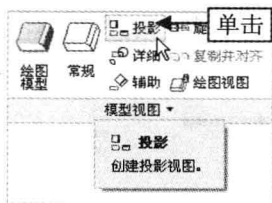

图 12-23 单击“投影”按钮
Step 02 在“功能区”选项板的“布局”选项卡中,单击“模型视图”面板中的“投影”按钮,如图 12-23 所示。